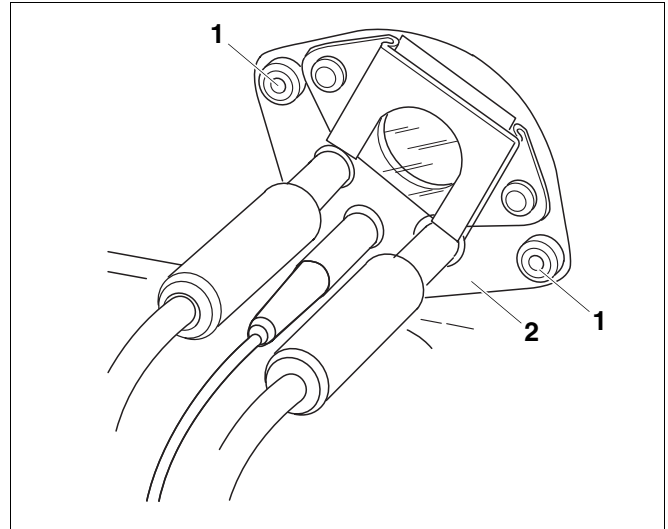

Abb. 25 Elektrodenhalter justieren
- Schrauben (Abb. 25, **Pos. 1**) am Elektrodenhalter (Abb. 25, **Pos. 2**) lösen.